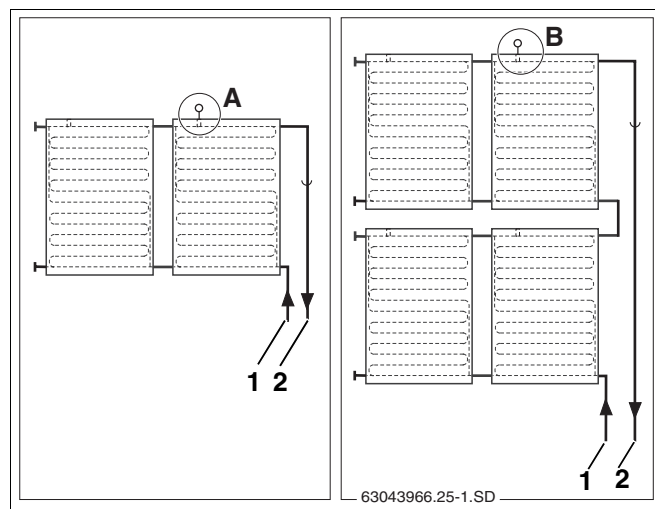

Fig. 53 Posto d'installazione della sonda del collettore (rappresentazione schematica)
Rispettare il posto d'installazione della sonda del collettore nei sistemi di collettori ad una ovvero due serie (fig. 53).
La sonda del collettore deve essere montata nel collettore con la tubazione di mandata già collegata (fig. 53, **pos. 2**).
- Posto d'installazione (fig. 53, **pos. A**) per sistemi di collettori ad una serie.
- Luogo dell'installazione (fig. 53, **pos. B**) in caso di sistemi di collettori a due serie.